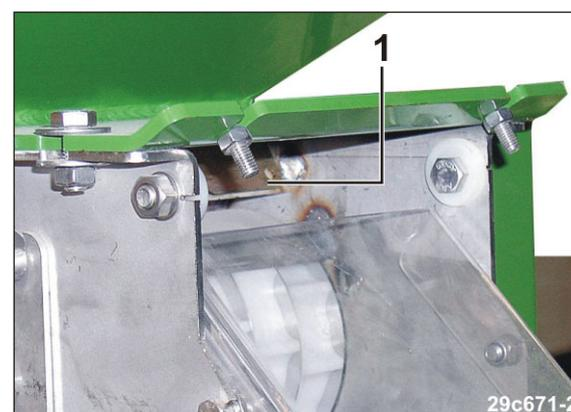

Fig. 192
- 1.2 Den Schieber (Fig. 192/1) bis zum Anschlag in den Dosierer schieben.